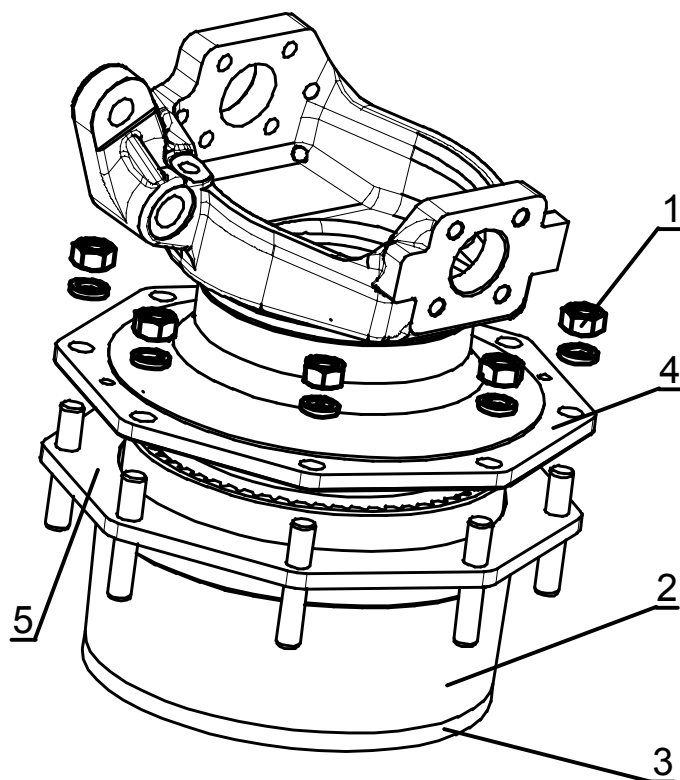

Рис.5.8
- 4) отверните восемь гаек (1), (рисунок 5.8), крепления ступицы (4) к корпусу (2);
- 5) снимите, с помощью демонтажных отверстий М12, корпус (2), (рисунок 5.8), в сборе с водилом (3);
- 6) при повреждении паронитовую прокладку (5), (рисунок 5.8), замените её;